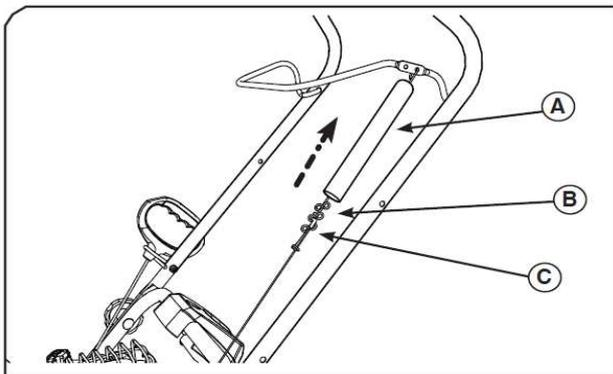

Figure 8
2、調整ループ (B) とケーブルエンドフィッティング (C) が見えるようにケーブルカバー (Fig8:A) を上部へ動かしてください。